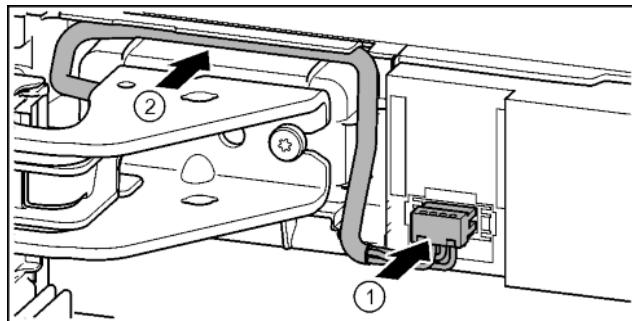

Fig. 35
- ▶ Зафіксуйте штекер над верхнім опорним кронштейном та обережно покладіть жили кабелю в канал. Fig. 35 (1)
- ▶ Обережно розташуйте сірий кабель в направляючій над верхнім опорним кронштейном. Fig. 35 (2)